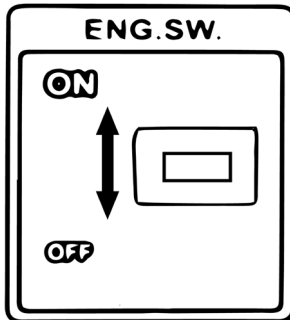

Figure 11 : Interrupteur à moteur
- Placez l'interrupteur rouge du moteur en position "ON". (Fig. 11)